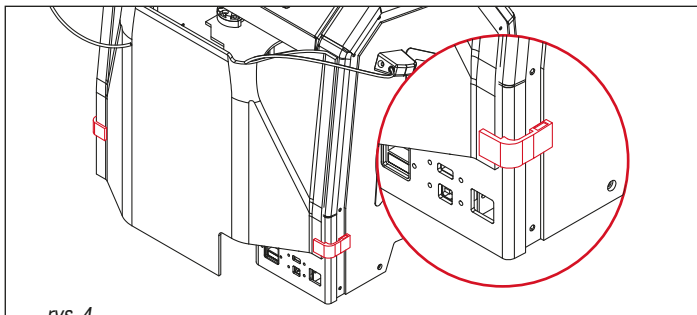

rys. 2
4. Przyłóż tylną część komory do drukarki (rys. 2). Dopasuj powierzchnię krzywizny komory do powierzchni krzywizny drukarki (rys.3).